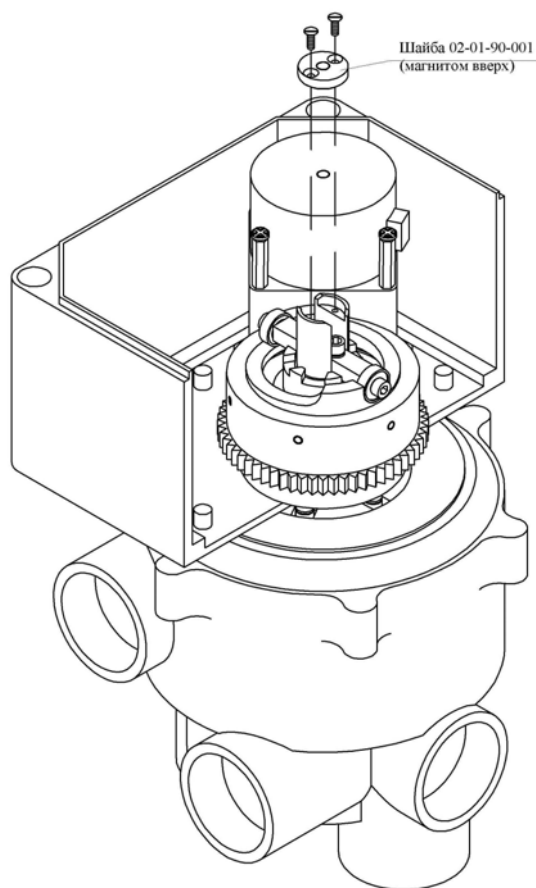

Рис. 4
Далее демонтировать шайбу с магнитом «5» (см. рис.4), и планку с подшипниками «3» (см. рис. 3), выдвинуть вал «1» (см. рис. 2) вниз, плата условно не показана.
4.4.8. Установить и прикрутить к валу «1» шайбу с магнитом «5» двумя винтами М3х8 из комплекта прибора (магнитом вверх!) в паз верхнего торца вала 1 (см. рис. 4, 5).